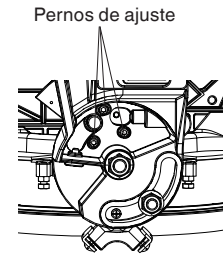

Fig. 15-c
9. Ajuste del indicador de 90° (para escala de bisel) (Fig. 15-b)